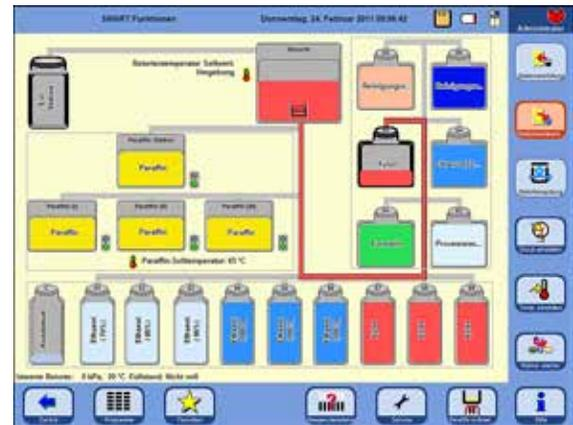

Abb. 166
- Der gesamte Vorgang wird auf dem Bildschirm (Ansicht **SMARTSCREEN**) grafisch dargestellt (Abb. 166).